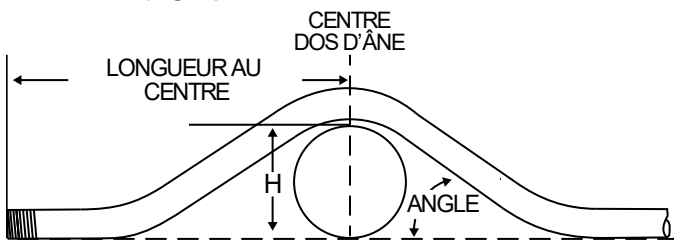

Figure 8
- Mesurer la hauteur (H) de l'obstruction et la LONGUEUR AU CENTRE du dos d'âne. Sélectionner un angle pour les cintrages extérieurs. Le cintrage central sera le double de l'angle sélectionné. (Fig. 8)